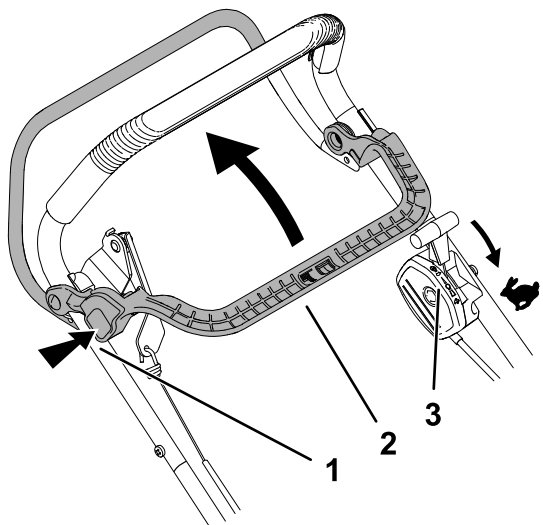

図 16
1. スロットルコントロールレバーが高速位置にあることを確認する 図 16。
2. ブレードブレーキクラッチBBCラッチボタンを押し、BBCコントロールレバーをハンドル側に引き寄せる 図 16。